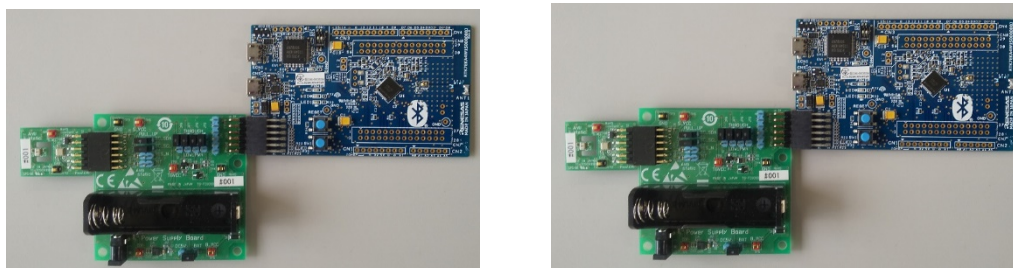

図 5-5 RA4W1 単独での接続環境
- ・ **図 5-5 RA4W1 単独での接続環境**で EK-RA4W1 とセンサボード及び電源ボードを接続します。